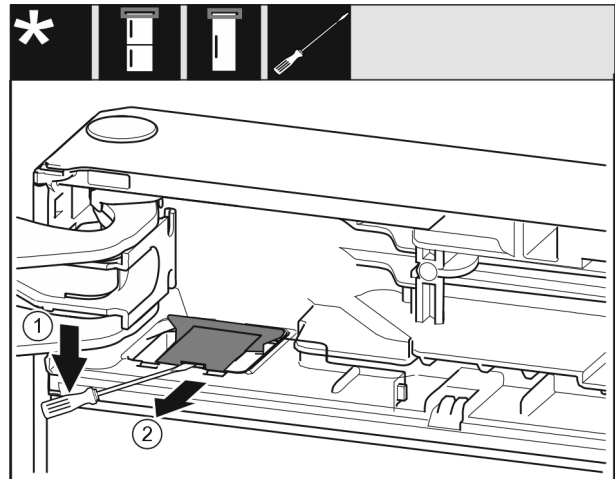

Fig. 7
- ▶ Met een sleufschroevendraaier de afdekking losmaken en optillen. Fig. 7 (1)
- ▶ Afdekking eruit nemen. Fig. 7 (2)